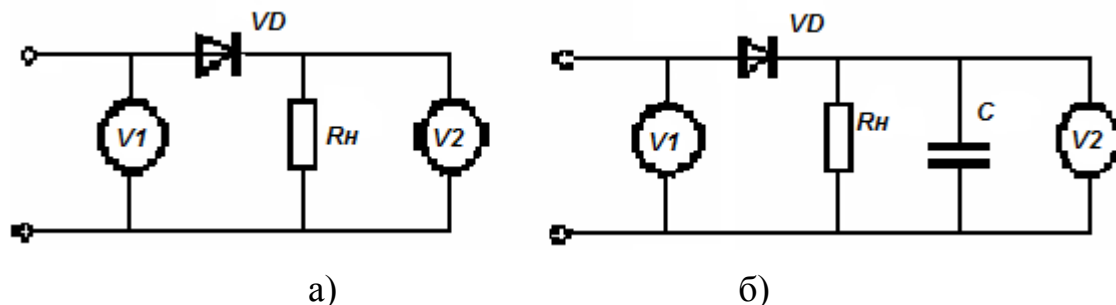

Рис. 4. Схема для исследования однополупериодного выпрямителя
1. Собрать схему однополупериодного выпрямителя с активной нагрузкой в соответствии с рис. 4.а. Для питания схемы используется напряжение $6 \div 10\text{В}$.
7. Собрать схему двухполупериодного выпрямителя с активно-емкостной нагрузкой (рис. 4.б). Для питания схемы используется напряжение $6 \div 10\text{В}$.